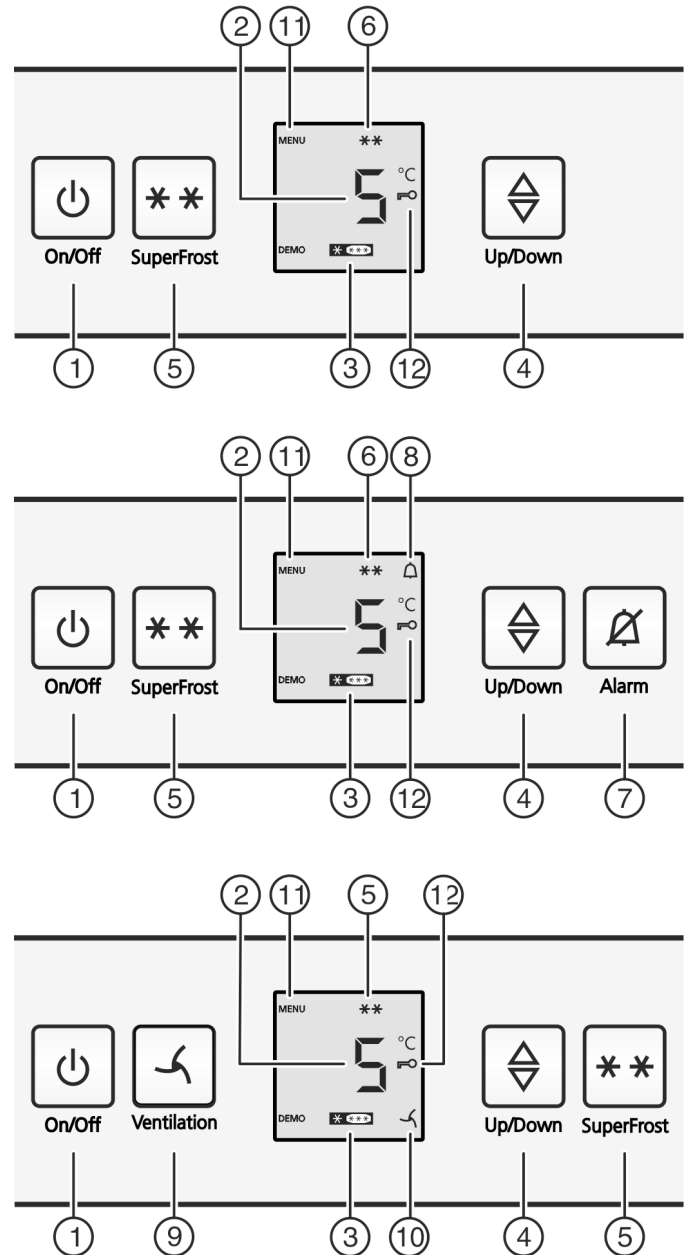

Fig. 2
- ▶ Premere il tasto On/Off Fig. 2 (1).
- ▶ Attivazione del modo regolazione: premere il tasto SuperFrost Fig. 2 (5) per ca. 5 sec.
- ▷ Sul display viene visualizzato il simbolo menu Fig. 2 (11).
- ▶ Confermare brevemente con il tasto SuperFrost Fig. 2 (5).
- ▷ Sul display si illumina il simbolo sicurezza bambini Fig. 2 (12).
- ▶ Premere brevemente il tasto On/Off Fig. 2 (1).
- ▷ Il simbolo sicurezza bambini Fig. 2 (12) si spegne.
- ▶ Premere il tasto Allarme Fig. 2 (7).
Contemporaneamente lampeggiano il display della temperatura e il simbolo Allarme Fig. 2 (8).
L'allarme acustico si disattiva automaticamente e il simbolo Allarme Fig. 2 (8) si spegne e il display della temperatura cessa di lampeggiare, quando la temperatura è di nuovo sufficientemente fredda.
- ▶ Richiamare la funzione temperatura: premere il tasto di regolazione Fig. 2 (4).
- ▶ Modificare la temperatura con incrementi di 1 °C: premere il tasto di regolazione Fig. 2 (4) fino a quando nel display della temperatura non si illumina la temperatura desiderata.